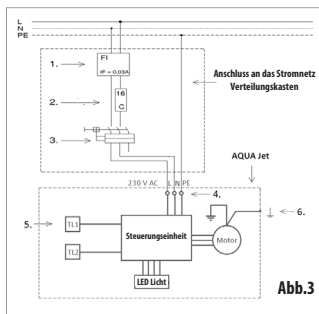
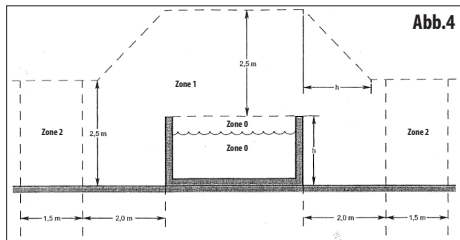

Abb. 3
Abb.4
**Elektrisches Anschlussschema AQUA Jet 100 (Abb. 3):**
Die Gegenstromanlage muss an das Stromnetz durch den Motoranlasser, die Sicherung und den Fehlerstromschutzschalter angeschlossen werden (siehe das Anschlussschema – Abb. 3). Die Nichtaufnahme von diesen Sicherheitselementen kann die Lebens- und Gemeingefährdung verursachen. Diese Anlagen müssen sich außerhalb der Poolschutzzone (Zone 0, 1 und 2) befinden, siehe CSN 33 2000-7-702, die 3,5 m von der Wand des Pools festgelegt ist, siehe Abb. 4.